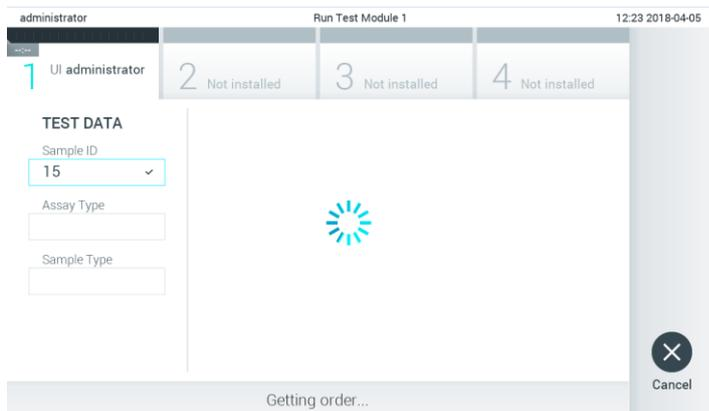

Figure 70. Affichage pendant la récupération d'une commande de test.
3. L'ID échantillon sera envoyé à l'hôte et alors que le QIAstat-Dx Analyzer 1.0 attend une commande de test, le message « Getting order... » (Réception de commande...) s'affiche (figure 70).